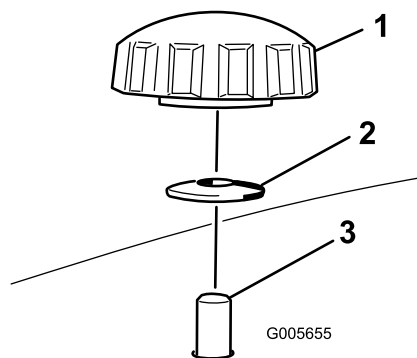
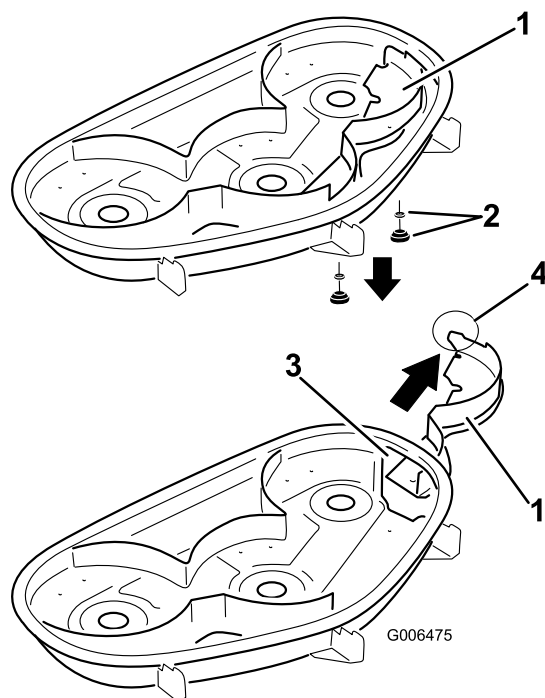

Figure 21
Figure 22
4. Déposez les 2 boutons et rondelles bombées qui fixent le déflecteur droit au plateau de coupe, comme illustré à la Figure 21.
5. Déposez le déflecteur droit et abaissez le déflecteur d'herbe sur l'ouverture d'éjection, comme illustré aux Figure 22 et Figure 21.
4. Insérez le déflecteur droit par l'ouverture d'éjection et fixez-le en place avec 2 boutons et rondelles bombées (côté bombé face au plateau de coupe) comme illustré aux Figure 21 et Figure 22.